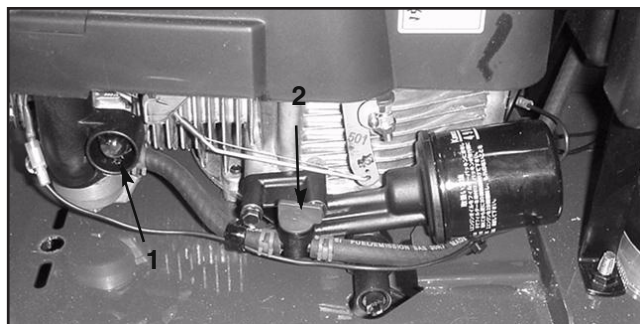

図14
エンジンが冷えている場合には、プライマを3回押してからスタータを操作してください(図14)。
燃料バルブはエンジンの左側にあります。閉じると燃料タンクからキャブレターへの燃料通路が閉じられ、開くと、燃料タンクからキャブレターへの燃料が流れるようになります(図14)。ライン・ペインターをトラックなどで搬送する場合や、使用しない場合には、このバルブを閉じておいてください。
5. プライマを3回押す(図14)。